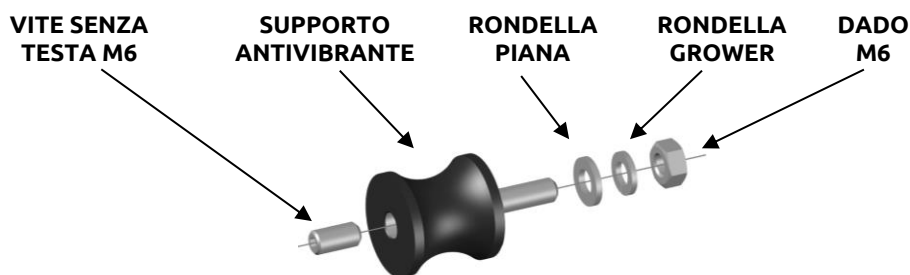

Figura 4
- Avvitare la vite senza testa sul supporto antivibrante (**Figura 4**).